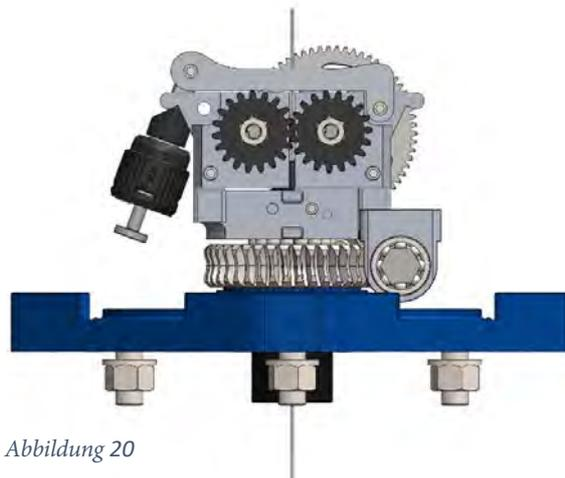

Abbildung 20
5. Stellen Sie sicher, dass der Draht in den U-förmigen Nuten der Kontaktrollen liegt, bringen Sie den Knopf wieder in seine Ausgangsposition und drehen Sie ihn, bis die Drehmomentbegrenzungskupplung eingerastet ist, wie in Abbildung 20 gezeigt ist;